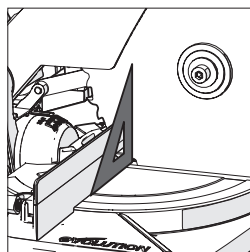

Fig. 9
- Placez l'équerre sur la table avec le bord court contre la table et l'autre bord court contre la lame (en évitant les pointes TCT des dents de la lame). (Fig.9)